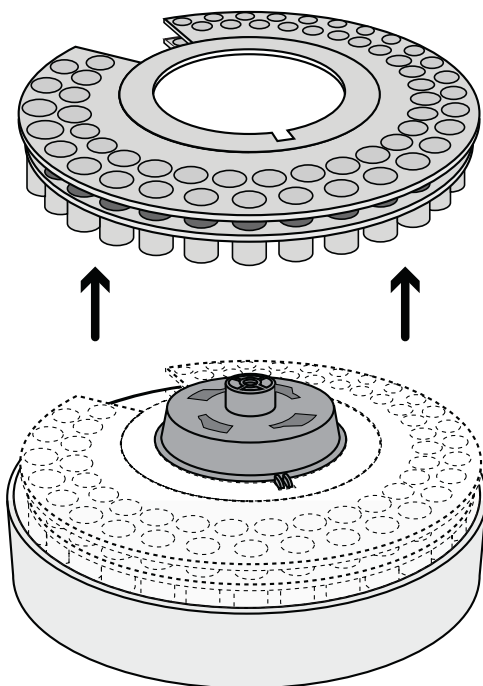

Figure 57 Retrait de la tourelle
- 6 Soulevez avec précaution la tourelle du moyeu du moteur et retirez-la de l'ALS (**Figure 57**). Lorsque vous retirez la tourelle, évitez tout contact avec le déflecteur de chaleur et le carter de l'ALS.